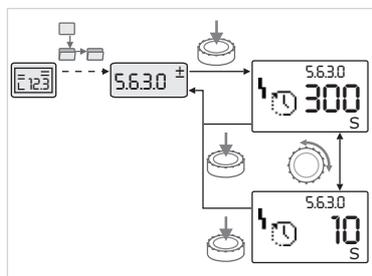

Fig. 42: Réglage avec retour à l'élément de menu « Sélection/Réglages »
- Pour modifier une valeur de consigne ou un réglage général, procéder comme suit (exemple, voir fig. 42) :